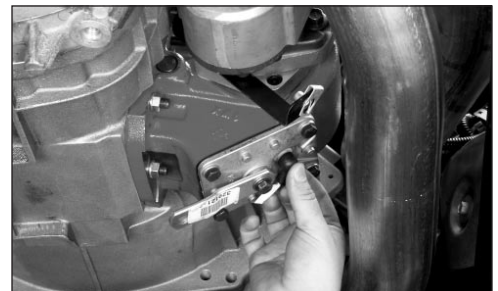

Fig. 16
19. Tienda el arnés de cableado por arriba de la transmisión y conecte el conector de cargador al interruptor indicador de la toma de fuerza (Fig. 16). Fije el arnés a la transmisión para proteger el relé contra daños.